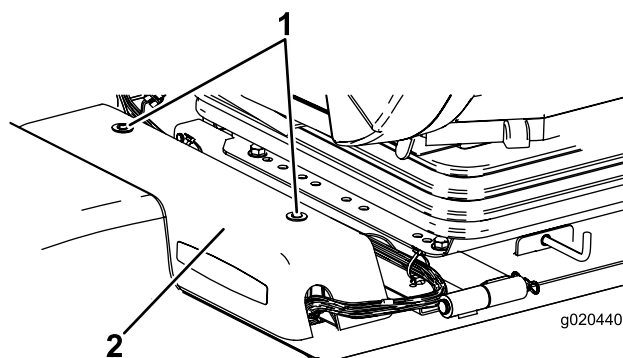

Figura 7
1. Retire os (2) parafusos de cabeça Allen que fixam a cobertura do centro de alimentação à estrutura e retire a cobertura (Figura 7).